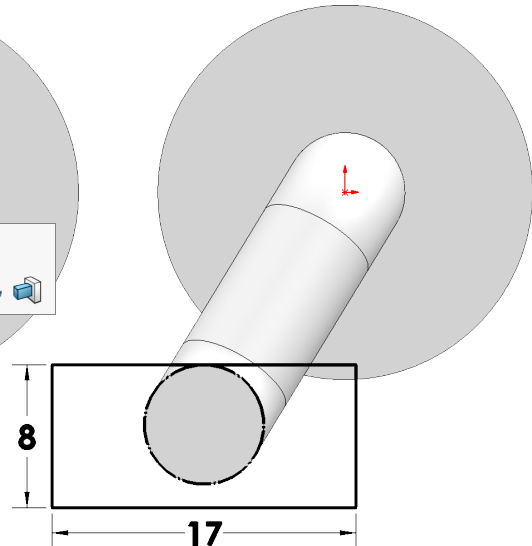

Fig. 32
Step 13. Add dimensions, **Fig. 32**.